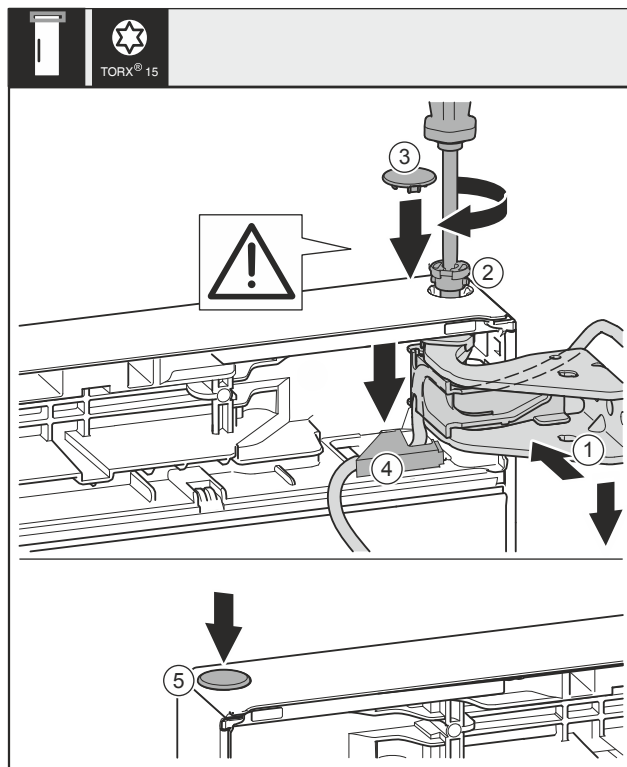

Fig. 44
- ▶ Wyrównać drzwi u góry względem otworu w płycie zawiasu Fig. 44 (1).
- ▶ Założyć sworzeń Fig. 44 (2) i dokręcić śrubokrętem.
- ▶ Zamontować osłonę zabezpieczającą w celu zabezpieczenia drzwi: Włożyć osłonę zabezpieczającą Fig. 44 (3) i sprawdzić, czy przylega ona do drzwi. Ponadto założyć całą sworzeń.
- ▶ Włożyć osłonę Fig. 44 (4) i docisnąć do dotu, aby się zatrzasnęła.
- ▶ Założyć zatyczkę Fig. 44 (5).